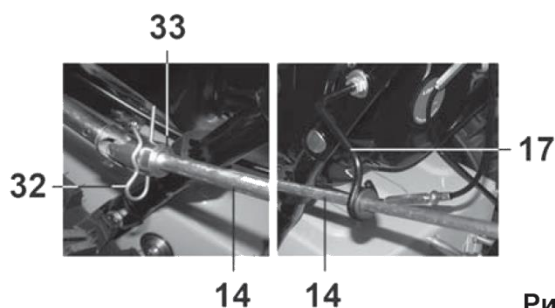

Рис. 11
6.5. Установка рычага поворота желоба (рис. 11).